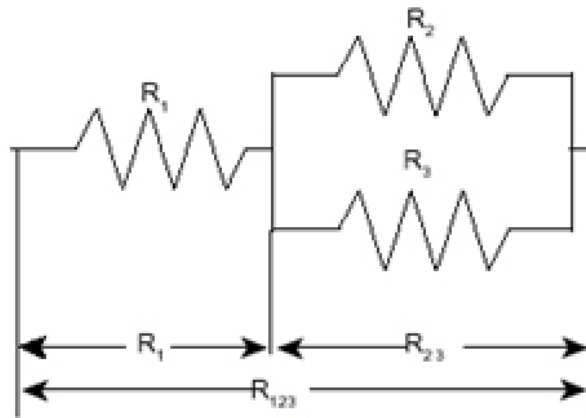

Figura 7. Circuito mixto de resistencias.
6. Conecta las tres resistencias en un circuito mixto como se muestra en la **Figura 7**. Mide los valores R_{12} , R_{23} y R_{123} conectando las puntas del multímetro en los extremos de las flechas indicadas en el diagrama de la **Figura 7**. Registre estos valores en la **Tabla 2**.
7. Con la misma configuración de la **Figura 7** realice la medición del voltaje y la corriente presentes en cada una de las resistencias al momento de suministrar 5V al circuito con ayuda de la fuente de voltaje DC. Registre los datos obtenidos en la **Tabla 3**. Tenga en cuenta las unidades en las cuales